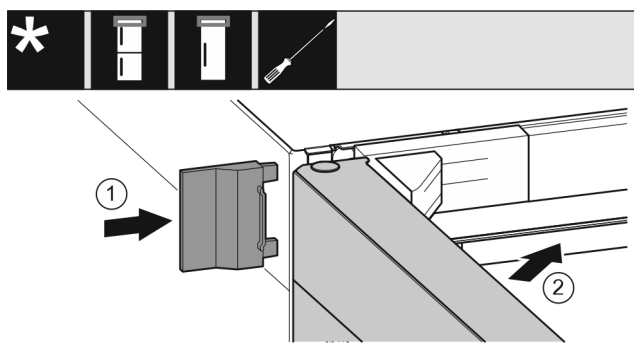

Fig. 43
- Applicare la copertura esterna Fig. 43 (1).
- Chiudere la porta superiore Fig. 43 (2).